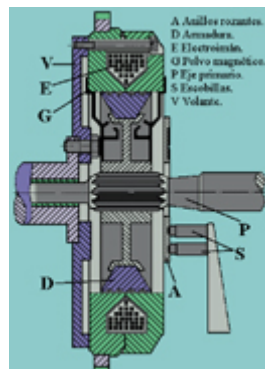

Fig. 25
• Embrague electromagnético (fig. 25)